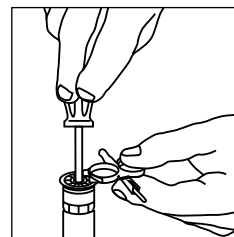

Fig. 3
1. Segure o bico com as pontas dos dedos ou com as pontas laterais da chave Hunter (Fig. 3).